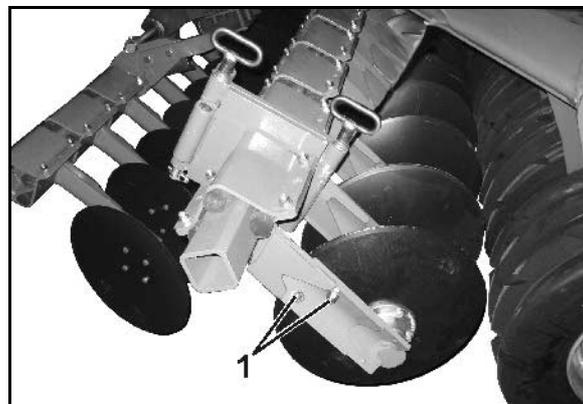

Fig. 32
2. Verschraubungen (Fig. 32/1) lösen.